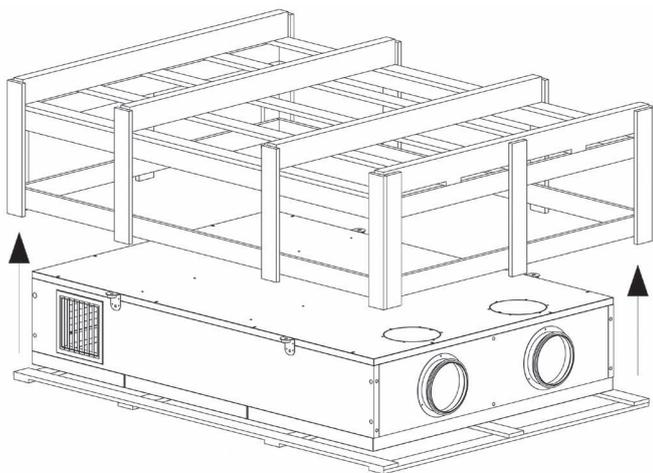
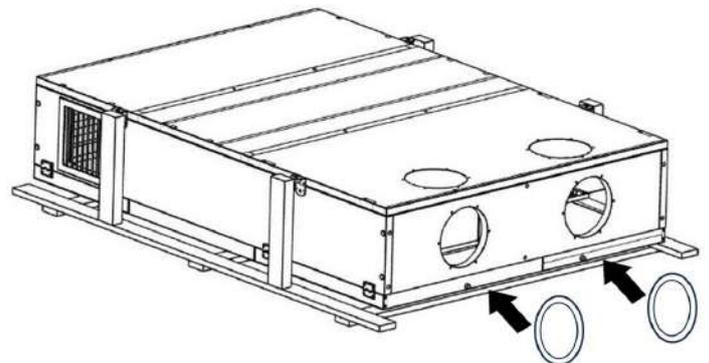

Fig.22
Fig.23
- Rimuovere bancale e pareti perimetrali gabbia (Fig.22) in modo che l'unità si presenti come in figura 23.
- Se non già montati (Fig.22), applicare i 2 boccagli anulari con guarnizioni in dotazione, fissandoli con le viti a corredo (Fig.23).
- Remove the pallet and the perimeter cage (Fig. 22) so that the unit appears as shown in Figure 23.
- If not already installed (Fig. 22), attach the two annular nozzles with the supplied gaskets, securing them with the supplied screws (Fig. 23).